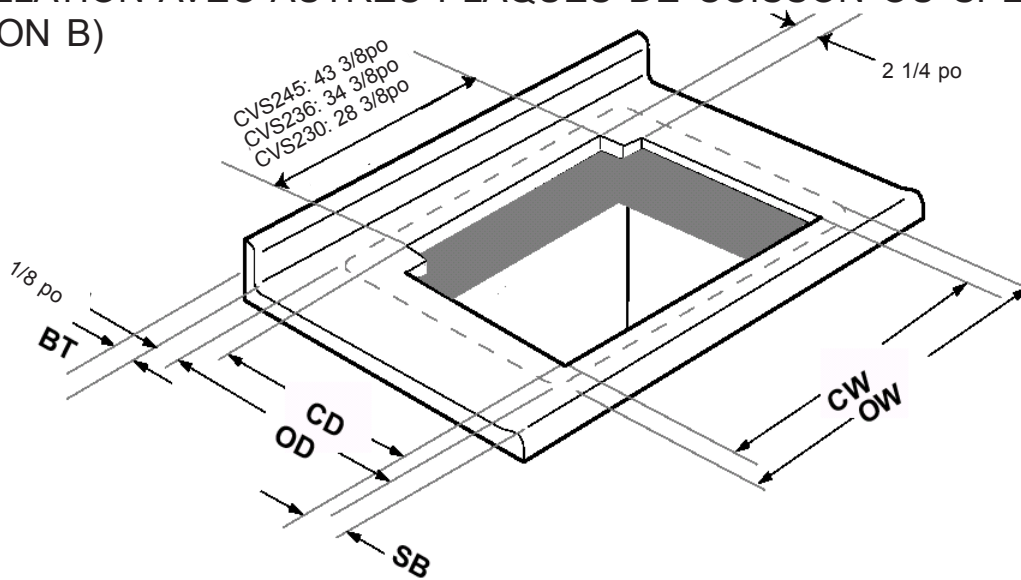

Figure 8
B. INSTALLATION AVEC AUTRE MARQUE DE PLAQUE DE CUISSON (figure 8)
Voir figure 8 pour les largeurs de découpe UCV et les définitions de dimensions.
6. Couper le plan de travail avec les dimensions : CD, CW et SB comme définies à la figure 8.